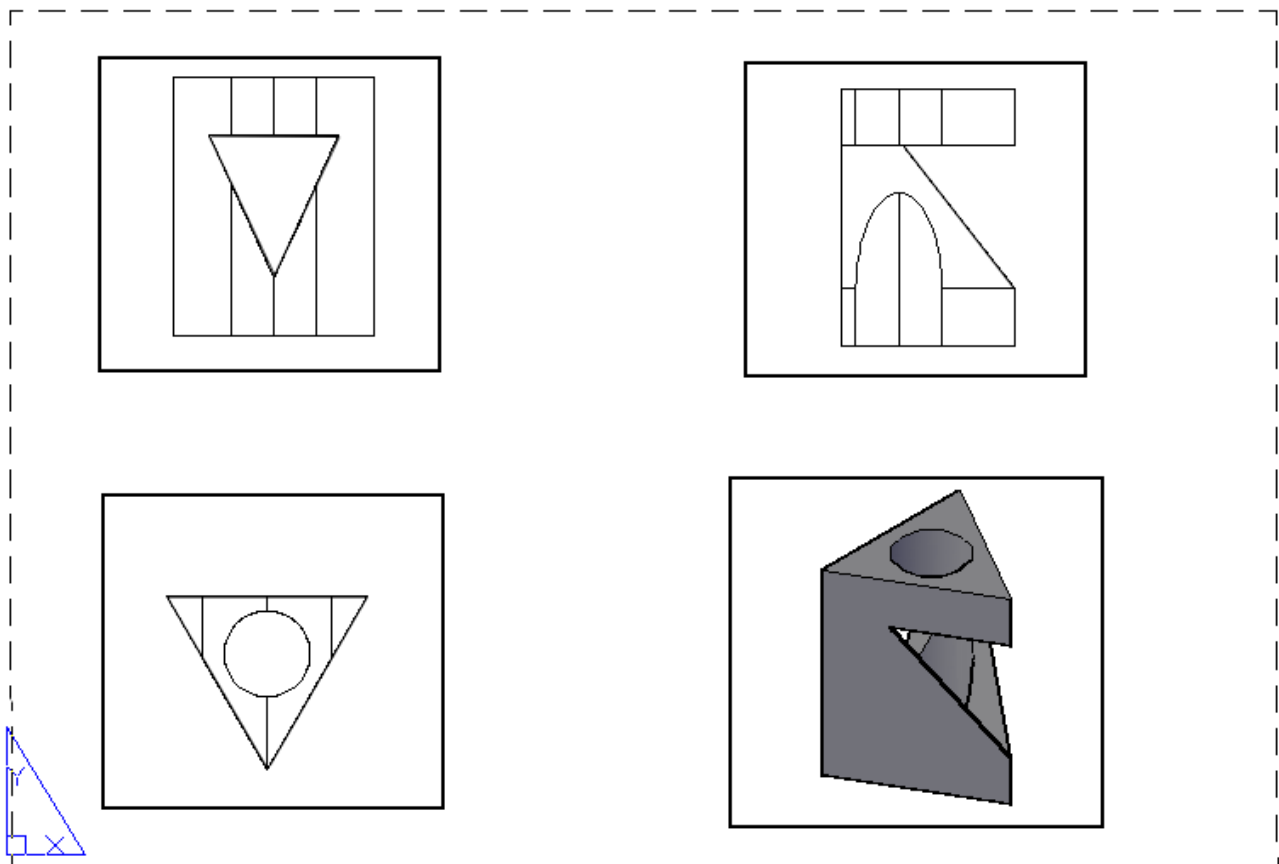

Рис. 53. Узгоджені види
13. Для повноти картини за допомогою кнопок панелі *Видовые екрани* можна в правому нижньому кутку побудувати ще один видовий екран і встановити в ньому ізометричний вид, наприклад, ЮЗ ізометрія. Отримано креслення з чотирма проєкціями, три з яких повністю узгоджені між собою (рис. 53).